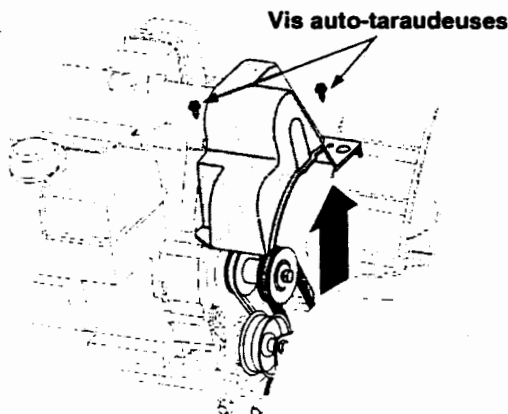

Figure 23
- Démontez le couvre-courroie en retirant les deux vis auto-taraudeuse qui le maintiennent sur l'habitacle de la souffleuse. Voir la Figure 23 .
- Démontez le couvre-courroie en retirant les deux vis auto-taraudeuse qui le maintiennent sur le châssis de la souffleuse. Voir la Figure 23 .